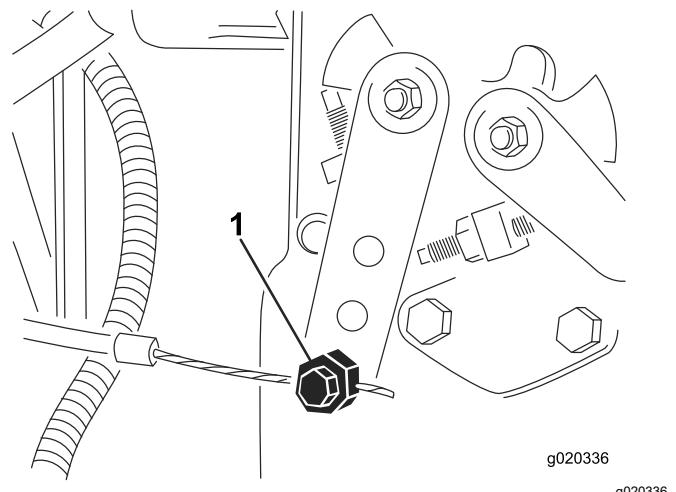

Figura 75
3. Allentate il raccordo del cavo dell'acceleratore sulla leva della pompa di iniezione (Figura 75).